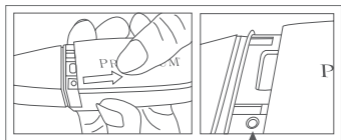

图4
4. R除去电池盖，出校准启动按钮；左下方边缘处有个孔，如图4所示。